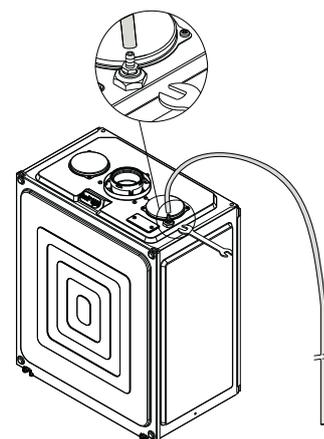

Fig. 27
5. PURGA DE AR DA CALDEIRA LIBERAÇÃO DE AR MANUAL (Fig. 27)